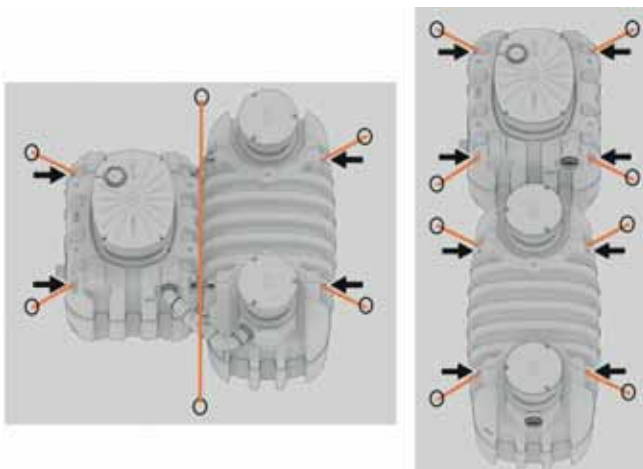

Fig. 31: Position anneaux d'ancrage et sangles configuration PACK (gauche) et LINE (droite)
2. Positionner les sangles tel que présenté en Fig. 31 en utilisant les anneaux de levage des cuves indiqués par les flèches noires.